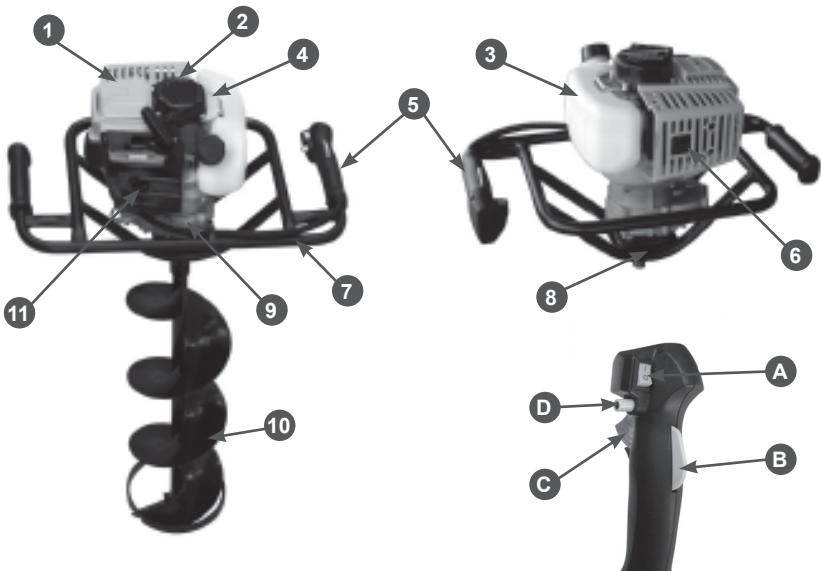

Рис. 1 Расположение основных узлов и органов управления
Расположение основных узлов и органов управления мотобура представлено на Рис. 1.
5. Выключатель зажигания (A) установите в положение «I» Рис.1. Удерживая предохранительный рычаг курка газа (B) нажмите на курок газа (C). Для облегчения запуска зафиксируйте курок газа фиксатором (D) (Рис.1).
2. Выключатель зажигания установите в положение «О» (Рис. 1 поз. А).